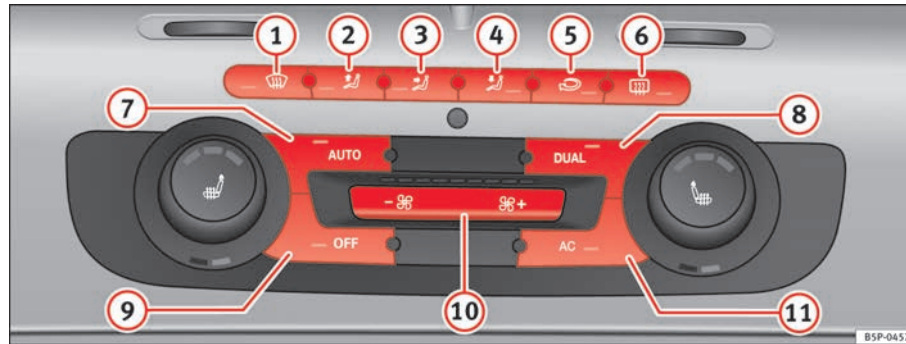

Abb. 132 Bedienelemente der 2C-Climatronic am Kombiinstrument.
- Zum Einschalten des manuellen Betriebs betätigen Sie eine der Tasten ⇒ Abb. 132 ① bis ⑤ oder aber die Gebläsetaste ⑩. Die jeweils eingestellte Funktion wird am Display des Radios bzw. des Navigationssystems angezeigt.
- Drücken Sie die Taste  ⇒ Seite 168, Abb. 132 , um den Umluftbetrieb ein- oder auszuschalten. Bei eingeschaltetem Umluftbetrieb erscheint am Display das Symbol .